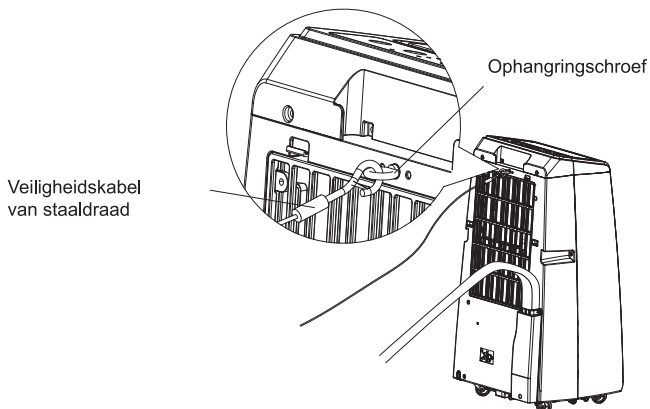

**Afb.1**
- 1) Open de verpakking en controleer of de slangen correct zijn aangesloten tussen de binnen- en buitenunit. Controleer ook of de waterstop stevig is bevestigd en of alle accessoires aanwezig zijn. Bevestig de stalen veiligheidskabel aan de montagebeugel (zie Afb.1).